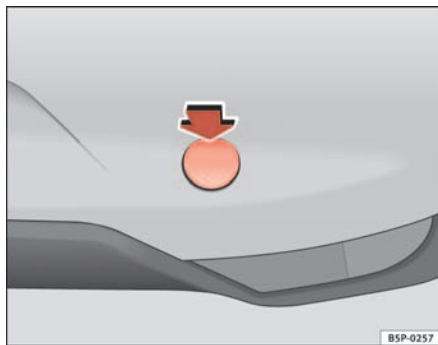

Fig. 205 Copertura del gancio di traino posteriore
- Aprire il coperchio premendo sulla sua parte superiore nel senso della freccia ⇒ fig. 205.